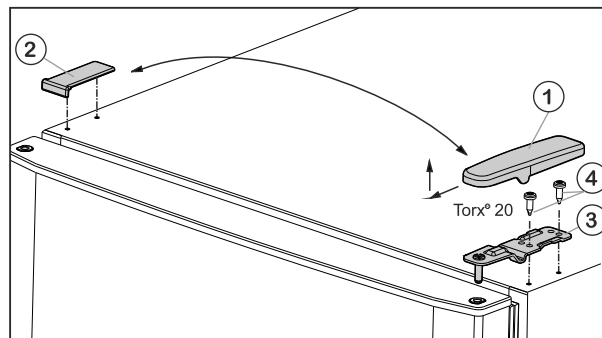
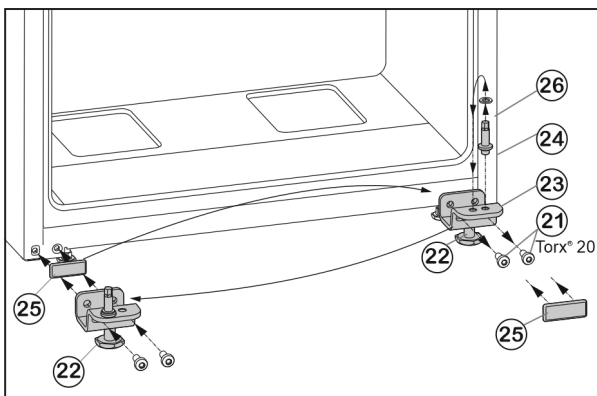

Fig. 5
Fig. 7
- ▶ Kryt Fig. 5 (1) stáhněte dopředu a nahoru.
- ▶ Kryt Fig. 5 (2) zvedněte.
- ▶ Horní stojan ložiska Fig. 5 (3) odšroubujte (2 krát Torx® 20) Fig. 5 (4) a stáhněte nahoru.
- ▶ Upevňovací šrouby Fig. 7 (21) odšroubujte.
- ▶ Vyměňte spodní stojan ložiska Fig. 7 (23) i s ložiskovým čepem Fig. 7 (24), podložkou Fig. 7 (26) a seřizovací nožkou Fig. 7 (22).
- ▶ Ložiskový čep Fig. 7 (24) kompletně odšroubujte i s podložkou Fig. 7 (26), přemístěte do protilehlého upínacího otvoru stojanu ložiska a opět přišroubujte.
- ▶ Krycí desku Fig. 7 (25) opatrně sejměte a přemístěte ji na protější stranu.
- ▶ Spodní stojan ložiska Fig. 7 (23) opět kompletně, i s ložiskovým čepem Fig. 7 (24), podložkou Fig. 7 (26) a seřizovací nožkou Fig. 7 (22), případně s pomocí akumulátorového šroubováku **silou (4 Nm)** našroubujte na nové straně závěsu dveří.
- ▶ Spodní dveře nasadte shora na ložiskový čep Fig. 7 (24).
- ▶ Prostřední stojan ložiska (13) otočený o 180° nasadte do spodních dvířek a našroubujte jej pomocí upevňovacích šroubů (11) (2 x Torx® 20) pevně na novou stranu závěsu dveří (4 Nm).
- ▶ Opět nasadte plastovou podložku (10).
- ▶ Horní dvířka usadte na prostředním ložiskovém čepu (13).
- ▶ Horní stojan ložiska Fig. 5 (3) vložte na nové straně závěsu do dvířek.
- ▶ Horní stojan ložiska **pevně přišroubujte (4 Nm)** (2krát Torx® 20) Fig. 5 (4). Popřípadě použijte akumulátorový šroubovák.
- ▶ Kryt Fig. 5 (1) na opačné straně zvenčí nasadte a nechte zaklapnout.
- ▶ Kryt Fig. 5 (2) vždy na opačné straně shora nasadte a nechte zaklapnout.
- ▶ Seřizovací nožku Fig. 7 (22) na spodním stojanu ložiska Fig. 7 (23) vytáchejte, až dosedne na zem.